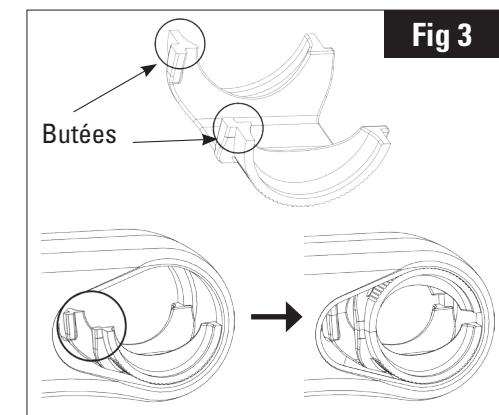

Fig 3
1. Introduire une des demi coquilles (11), horizontalement dans le corps de la potence, puis insérer la deuxième demi coquille (les butées doivent être en vis-à-vis et positionnées vers l'avant : Fig 3).